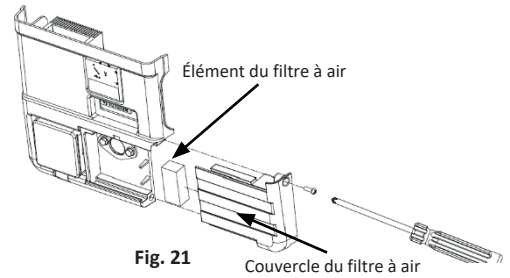

Fig. 21
1. Retirer l'élément du filtre à air. (Fig. 21)